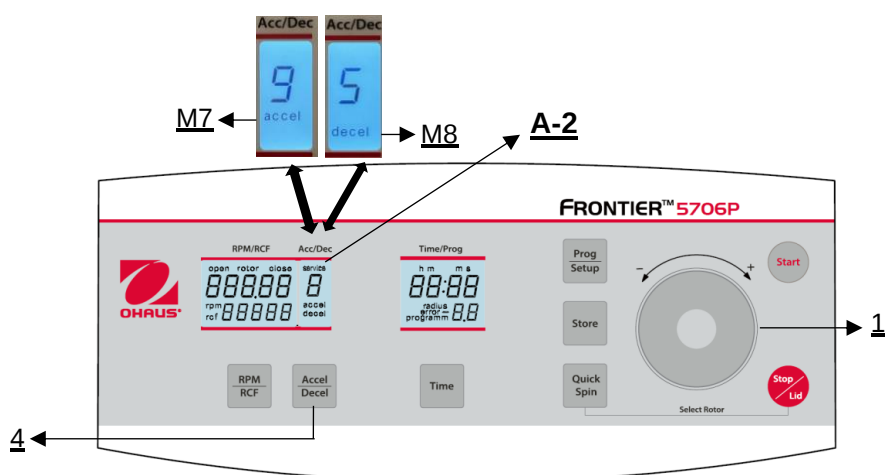

Figure 19
Cette fonction est activée par la touche **"Accel/Decel"** (4) (voir figure 19).